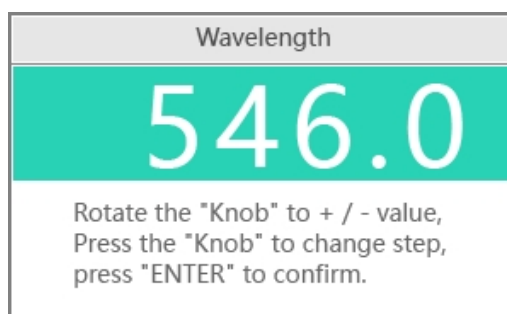

Fig. 6-2 Réglage de la longueur d'onde de mesure
- 1 Appuyer sur le bouton pour ouvrir l'interface de réglage (figure 6-2), tourner le bouton pour modifier la longueur d'onde de mesure et appuyer sur "**ENTER**" pour confirmer.